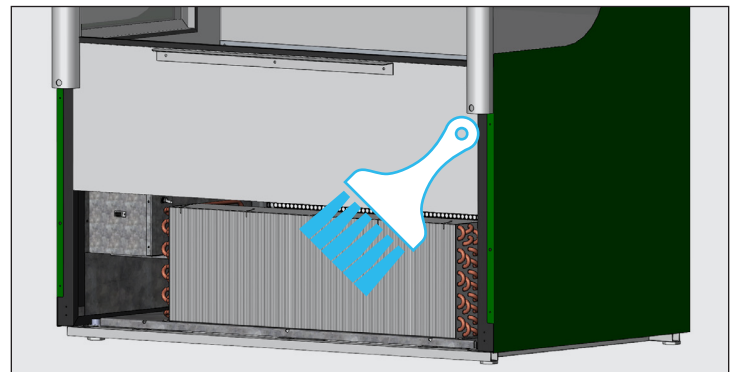

Fig. 4. Ne brossez jamais en travers des ailettes du serpentin.
3. À l'aide d'une brosse à soies dures, nettoyez soigneusement la saleté accumulée sur les ailettes. Voir fig. 4.